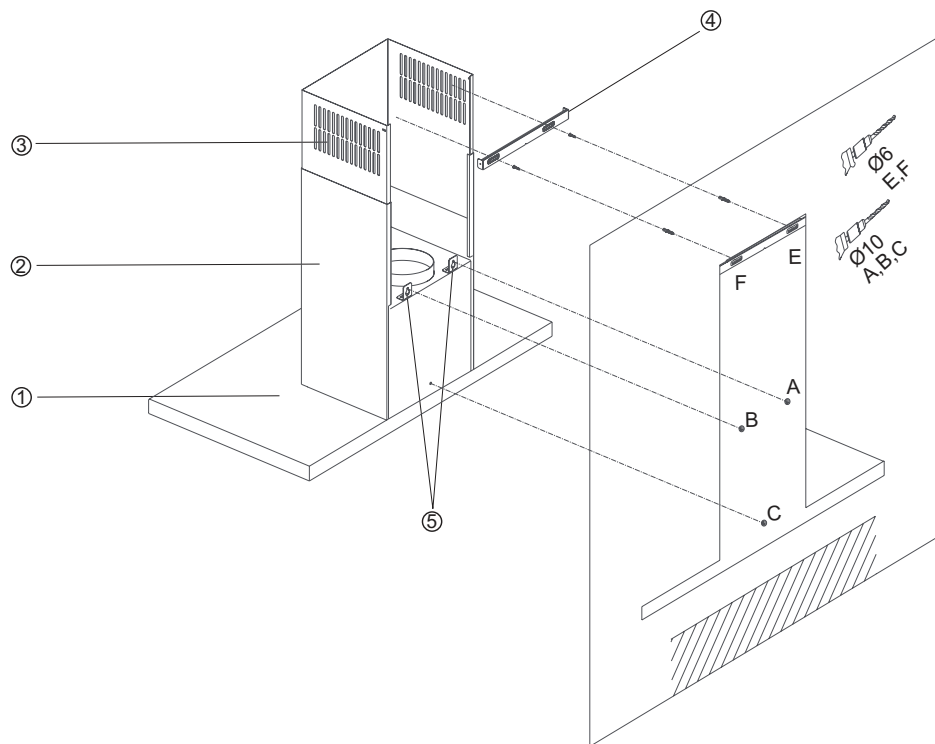

Abb. 2: Montageskizze
Der Elektroanschluss erfolgt an eine Steckdose die hinter dem Grund- oder Teleskopschacht (⇒ Abb. 2) anzubauen ist.
- Löcher bohren, Dübel einsetzen und Schrauben für Befestigungspunkte A und B zu 3/4 eindrehen (⇨ Abb. 2).